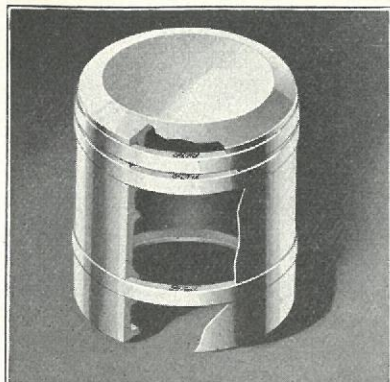

Fig. 250
- 423** Ford Stempelringe er fabrikerede koniske med 3 Tusindedel Tomme mindre Diameter paa Overkanten — der er mærket »Ford« som paa Fig. 250 — end paa Underkanten. Dette bevirker, at Ringen paa den kortest mulige Tid slider sig ind mod Cylindervæggen. Naar Ringen gaar ned, skraber dens skarpe Nederkant Olien foran sig ned i Krumtaphuset, og ved den derpaa følgende nedadgaaende Bevægelse glider den let affassede øverste Side hen over Oliefilmen, hvilket forhindrer, at Olien arbejder sig op i Forbrændingsrummet.